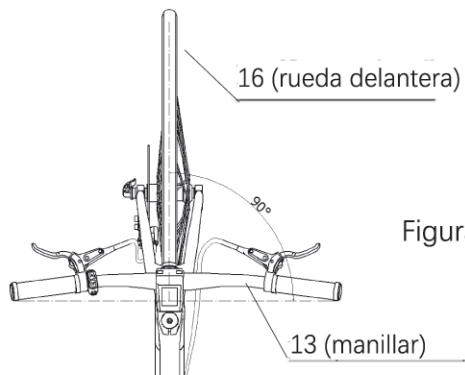

Figura 52-1.
a. Sujete las ruedas delanteras con las piernas o alinéelas con la pieza 3 (tubo superior) y ajuste el ángulo entre la pieza 13 y la pieza 16 hasta que estén perpendiculares, como se muestra en la Figura 52-1.